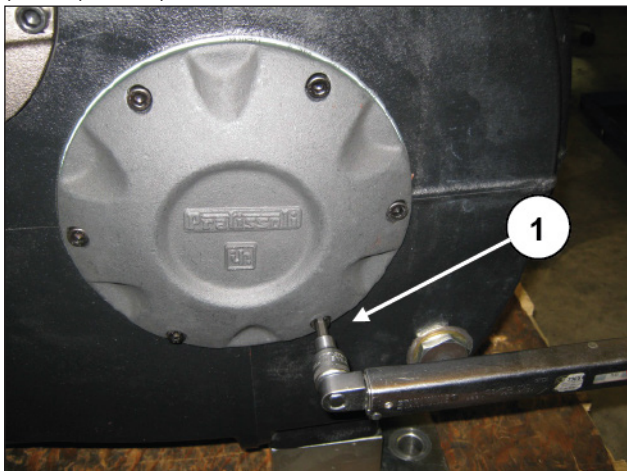
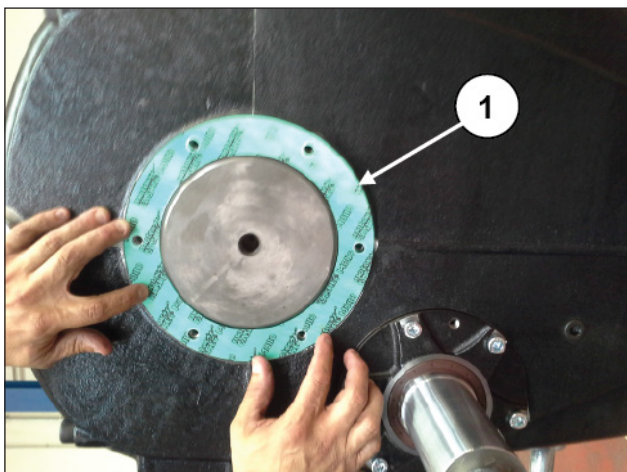

Рис. 12
Рис. 13
Демонтируйте крышку коленчатого вала, открутив соответствующие винты (поз. ①, Рис. 12), а затем снимите плоское уплотнение и замените его при необходимости (поз. ①, Рис. 13).